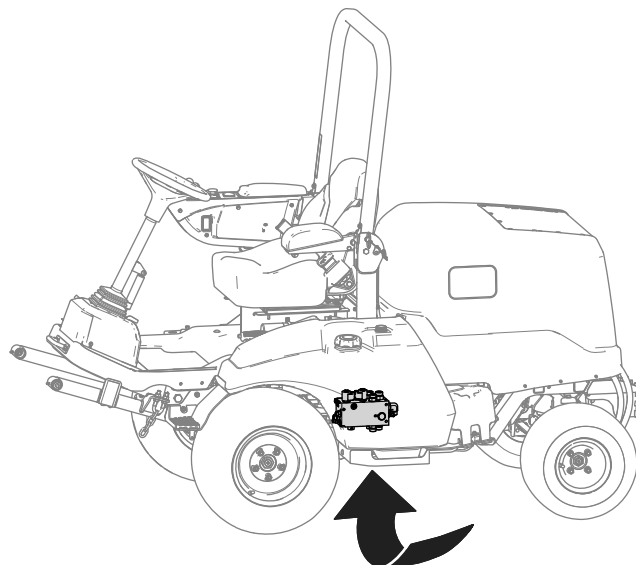

図8
- 油圧マニホールドの下にオイルを受ける容器をおく **図8**に示す。